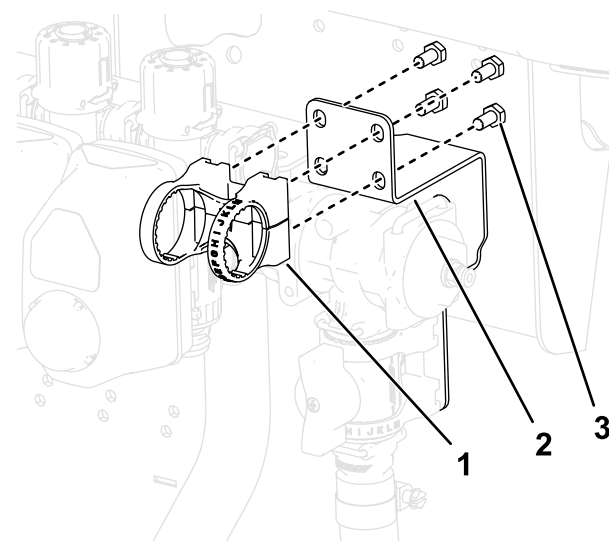

Figure 42
14. Montez la vanne de commande sur le haut de la patte de fixation au moyen de 4 vis (M6), comme montré à la Figure 42.